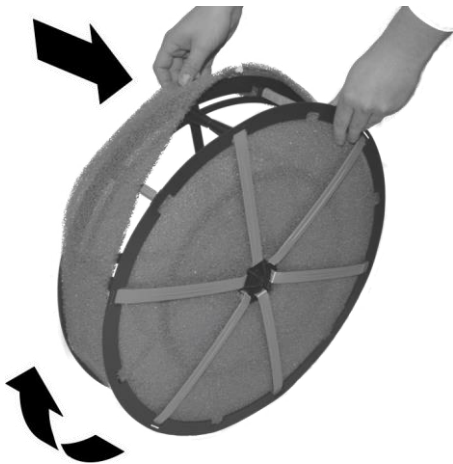

Abb. 27: Äußeren Verdunstfilter überziehen
10. ▶ Neuen äußeren Verdunstfilter vorsichtig über die Filtertrommel ziehen (Abb. 27), dieser kann reißen.